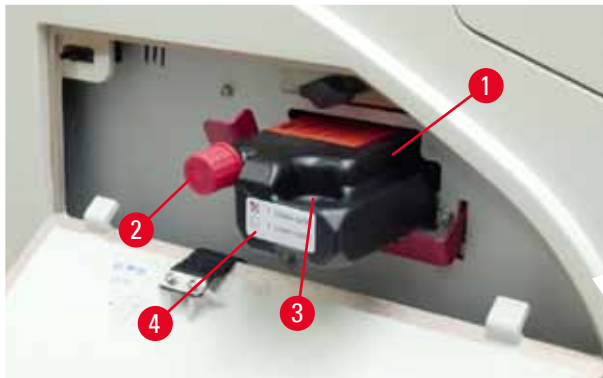

Fig. 54
3. Retirer le film de protection, puis insérer la cartouche jusqu'à la moitié dans le compartiment des cartouches (→ "Fig. 54").